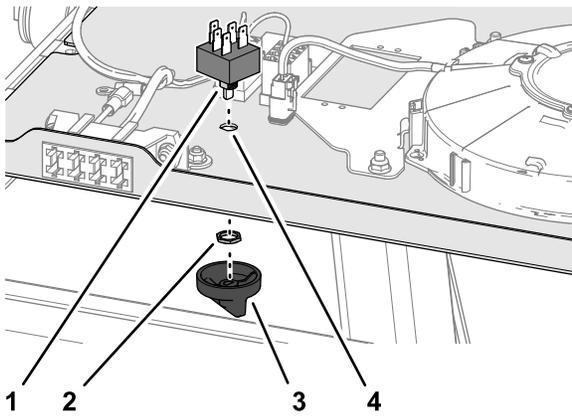

Bild 5
1. Fluchten Sie die flache Seite an der äußeren Welle der Ventilatorschalterplatte mit dem D-förmigen Loch in der Schalterplatte aus (Bild 5).
2. Setzen Sie die Ventilatorschalterwelle durch das Loch in der Platte ein und befestigen Sie den Schalter mit der Klemmmutter (Bild 5).
3. Fluchten Sie das D-förmige Loch im Handrad mit der flachen Seite an der inneren Welle der Ventilatorschalterwelle aus (Bild 5).
4. Drücken Sie das Handrad auf den Schalter, bis das Handrad einrastet (Bild 5).